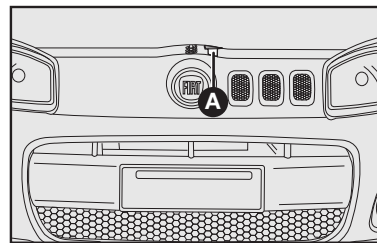

fig. 73
- 2) mover a trava localizada sob o capô para cima **A**-fig. 73.